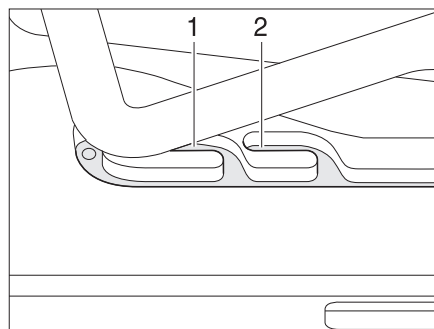
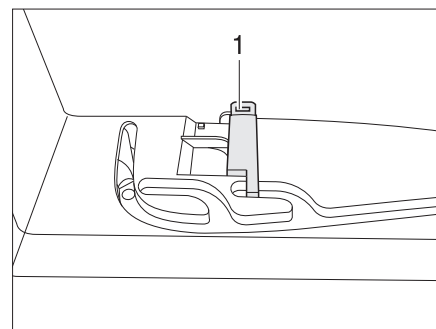

Fig. 83 Lanterneau Heki en position de ventilation
Fig. 84 Verrouillage position de ventilation
Il est possible d'amener le lanterneau Heki en deux positions de ventilation : Position pour mauvais temps (Fig. 83,1) et position intermédiaire (Fig. 83,2). Suivant le modèle, il est possible de verrouiller le lanterneau en position intermédiaire avec le verrou (Fig. 84,1).
- Pousser légèrement l'étrier vers le haut, le pousser dans la glissière choisie (Fig. 83,1 ou 2) et le verrouiller si nécessaire.